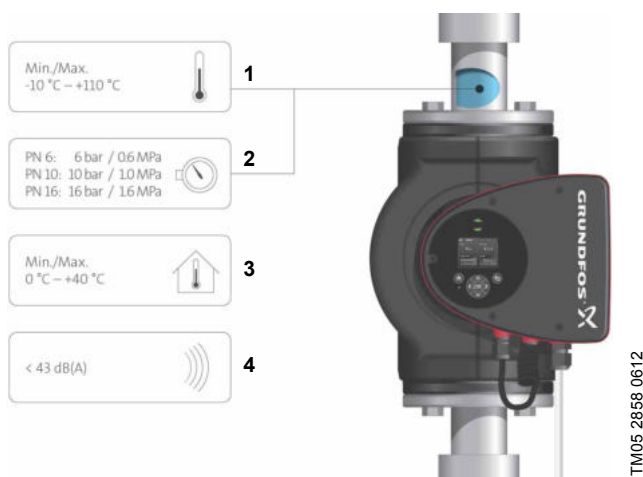

Fig. 2 Driftsbetingelser
Se fig. 2, pos. 1.
Se fig. 2, pos. 2.
Se fig. 2, pos. 3.
Se fig. 2, pos. 4.